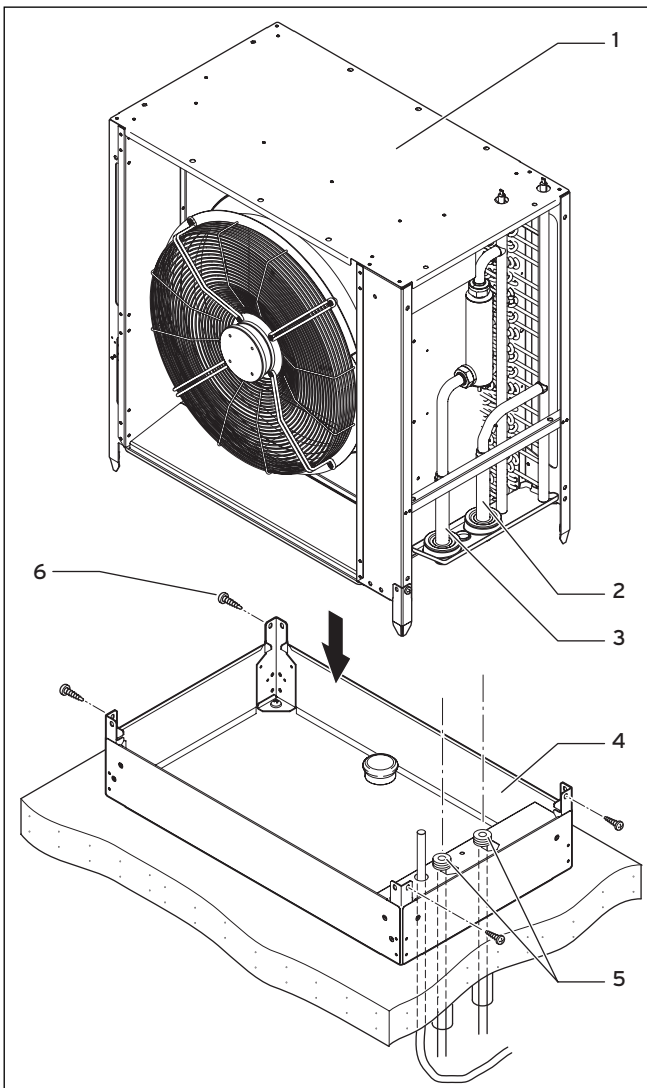

Abb. 4.18 Außeneinheit aufstellen
Legende zu Abb. 4.18
- Legen Sie die O-Ringe in die Überwurfmutter der Sole-Anschlüsse der Außeneinheit (→ **Abb. 4.18, Pos. 2 und 3**) und verschrauben Sie diese mit den Verbindungsadaptern der Soleleitungen „Sole warm“ und „Sole kalt“ des Solekreises (→ **Abb. 4.18, Pos. 5**) am Montagesockel.